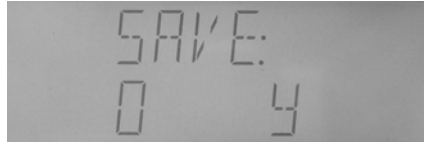

图 4—27 文件操作功能页面
2. 按下 **FILE** 键进入文件功能操作界面，仪器首先显示当前正在使用的文件号，如果并没有使用任何文件则调用缺省设置，文件号为 0。如图 4—27 所示。